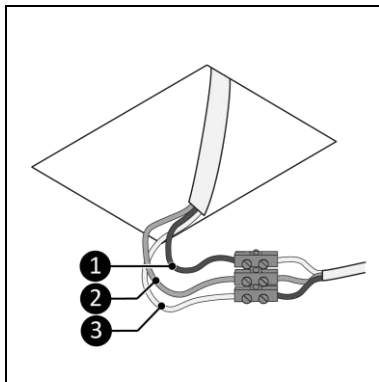

Figure 11
- Fil marron : phase (Figure 11, pos. 1) ;
- Fil jaune et vert : terre (Figure 11, pos. 2) ;
- Fil bleu : neutre (Figure 11, pos. 3).